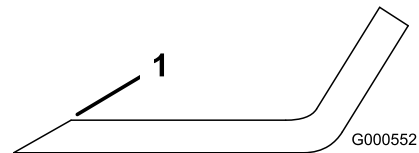

Figure 48
- Au moyen d'une lime, affûtez les tranchants aux deux extrémités de la lame (Figure 48).
**Remarque:** Si la lame est déséquilibrée, limez un peu l'extrémité de la partie relevée seulement (Figure 48).